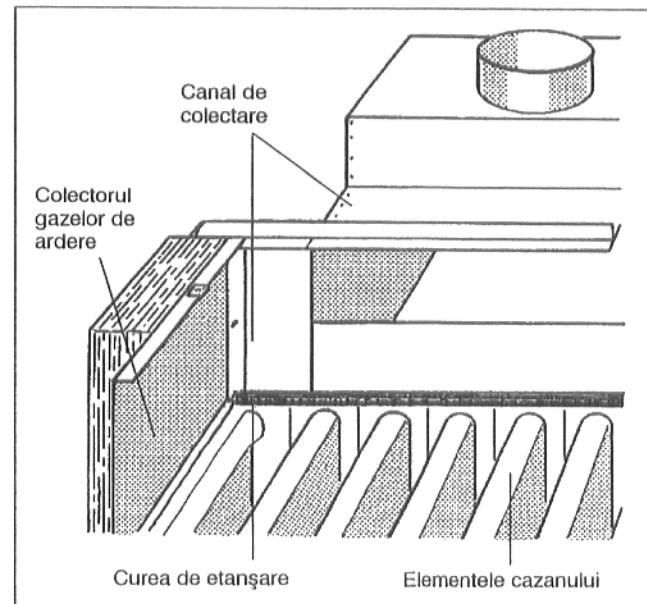

Fig. 7: Etanșarea canalului de colectare G324 XD
- presarea ambelor bucăți de sus între canalul de colectare și elementele cazonului (Fig. 7).